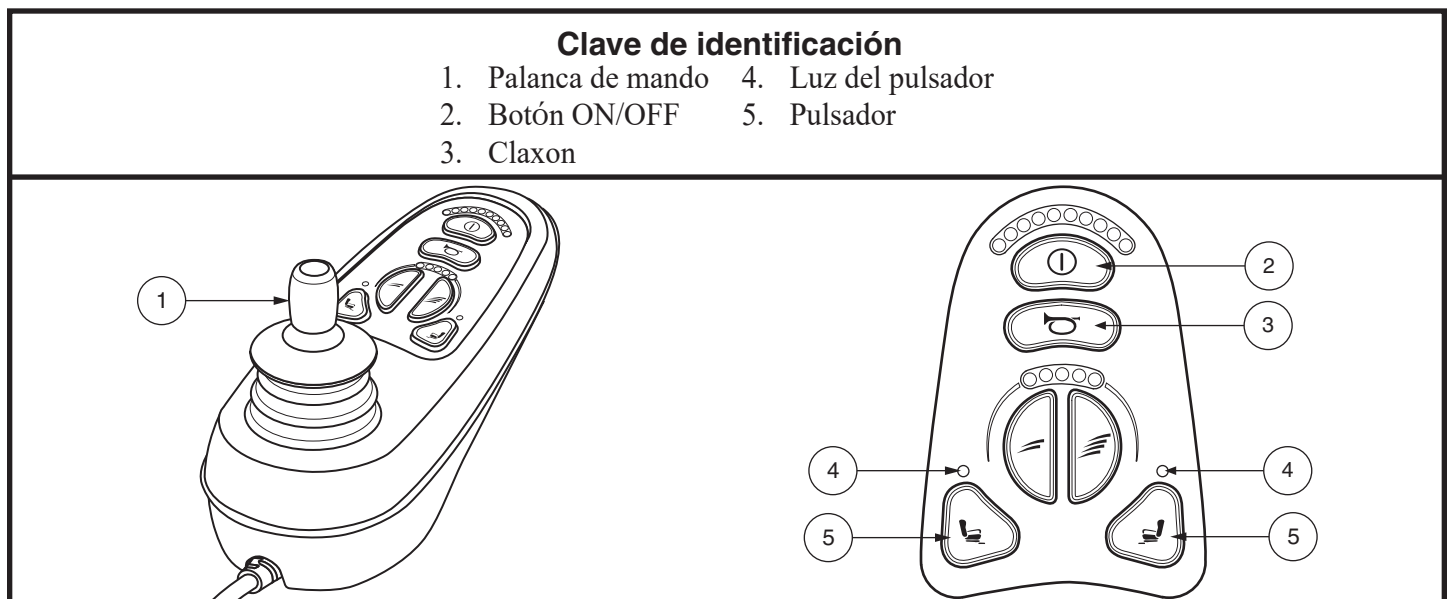

Figura 13. Mando y regulador de 6 teclas VR2
1. Pulse el botón on/off para encender la silla y el regulador. Ver figura 13.
2. Apriete el pulsador correspondiente a la acción que desee. Ver figura 13.
5. Pulse el botón on/off para volver al modo conducción. Ver figura 13.